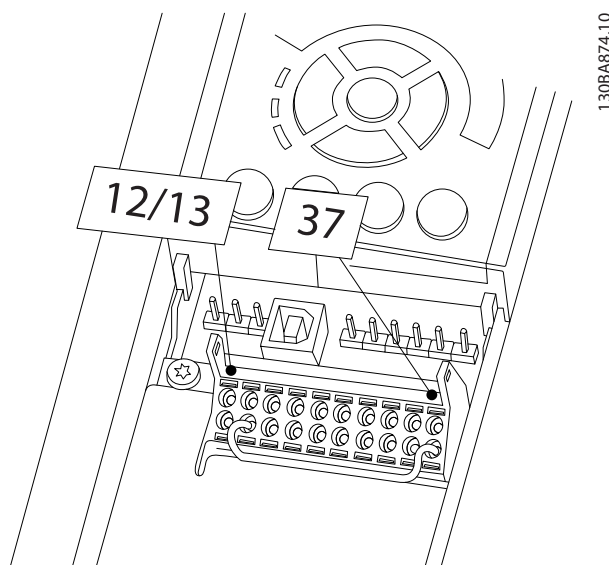

图 2.21 端子 12/13 (24 V) 与 37 之间的跳线
1. 取下端子 37 与 12 或 13 之间的跳线。仅断开该跳线还不足以避免短路。（请参阅图 2.21 中的跳线。）